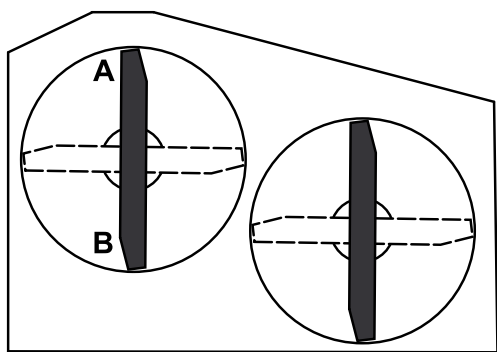

Figura 59
2. Disponete una lama in posizione longitudinale rispetto alla macchina. Misurate ai punti **A** e **B** da una superficie piana fino al tagliente della punta della lama (Figura 59).
4. Disponete le lame in posizione longitudinale rispetto alla macchina. Misurate ai punti **C** e **D** (Figura 59) da una superficie piana fino al tagliente delle lame.